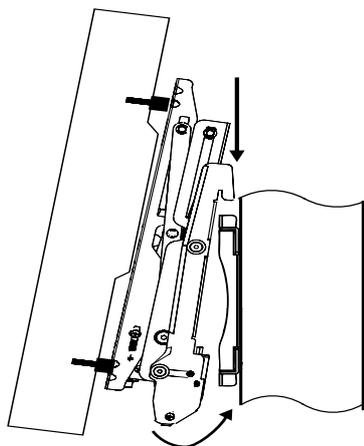

Рис. 5
5. Зацепите верхнюю часть кронштейна за настенную раму, а затем опустите нижний край зафиксируйте на раме стопорным винтом (Рис. 5).